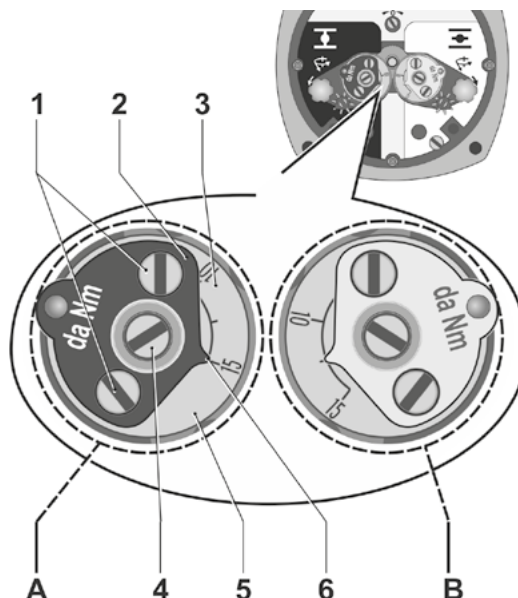

图3： A = 关方向的力矩开关
3. 松开但是不要拆下左侧力矩开关（参见下图3，A所示）上所有的紧固螺丝（部件1）。
4. 旋转力矩转盘（图3中的部件3）直至箭头（6）指向所需要设置的力矩值。设置的力矩值为转盘上数值的10倍（即15=150NM），并且其中间没有标记出来的位置，也会对应一个相对的力矩值。
- 白色力矩转盘上的箭头（参见图3，B所示）指向10和15的中间；这代表执行机构的关断力矩约为125NM。
5. 使用0.3~0.4NM的扭矩，将紧固螺丝（图3中部件1）拧紧。